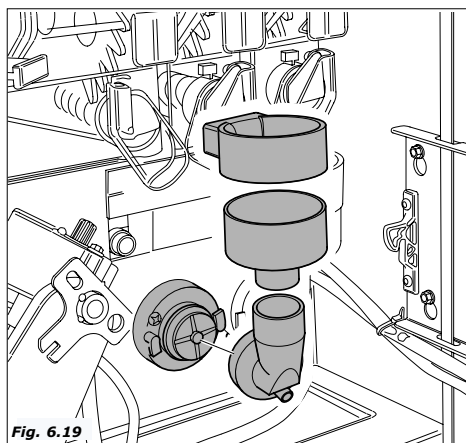

Fig. 6.19
- sumergir también en la solución, los embudos de agua, la cámara de mezcla, las aspas de las batidoras y los tubos de silicona (Fig.6.19)